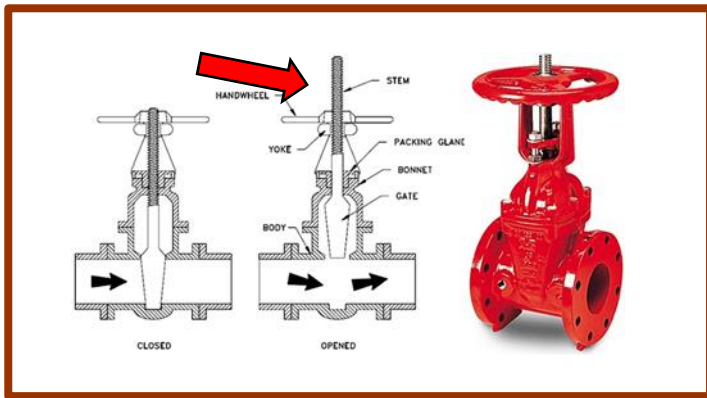
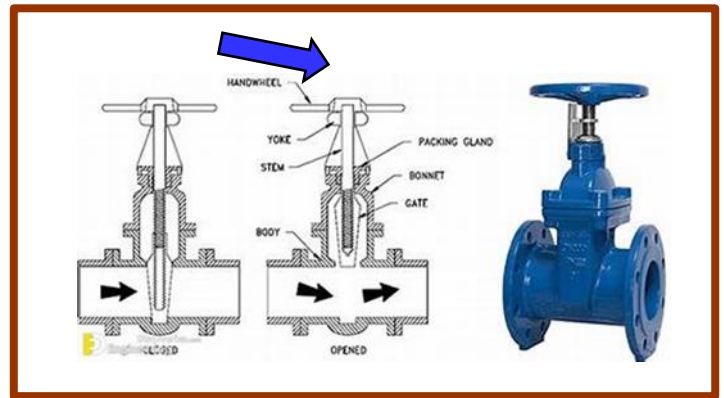

Figure 1 : Robinet-vanne à tige montante
Figure 2 : Robinet-vanne à tige fixe
Le parc de stockage utilisait à la fois des vannes à tige montante (Figure 1) et des vannes à tige fixe (Figure 2) sur les drains de la digue menant au bassin de rétention des eaux pluviales dans la zone de la station d'épuration. Les vannes à tige montante permettent aux opérateurs de voir facilement la position de la vanne en observant la tige au-dessus du volant de la vanne (flèche rouge). Les vannes à tige fixe ne fournissent pas d'indication visuelle de la position de la vanne (flèche bleue) car la tige ne s'élève pas au-dessus du volant lorsque l'obturateur est relevé. Il était difficile pour les opérateurs de connaître la position réelle de la vanne à tige fixe sur le drain de la digue sans tourner son volant physiquement.
- Il existe deux types de robinets-vannes qui se ressemblent. (Figures 1 et 2).